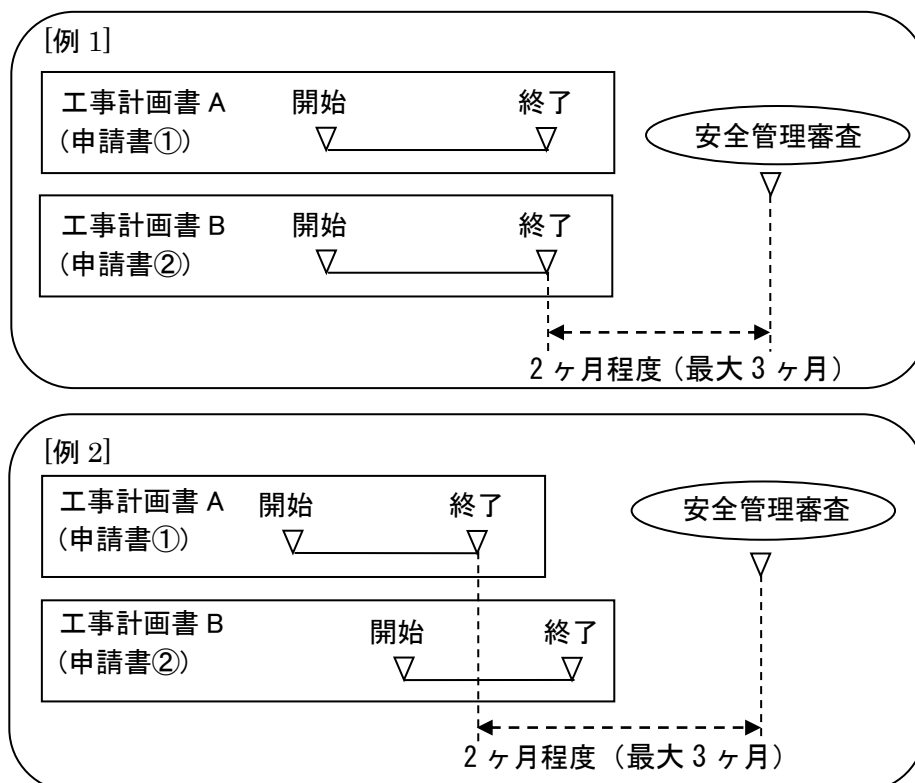

図2. 1つの発電所又は事業所(設置場所)であって、同時期に複数の発電設備の使用前安全管理審査を受審する場合の考え方
この場合、使用前安全管理審査を同一日(一例) AM:申請書①、PM:申請書②)に受審することも可能です。(図2.参照)